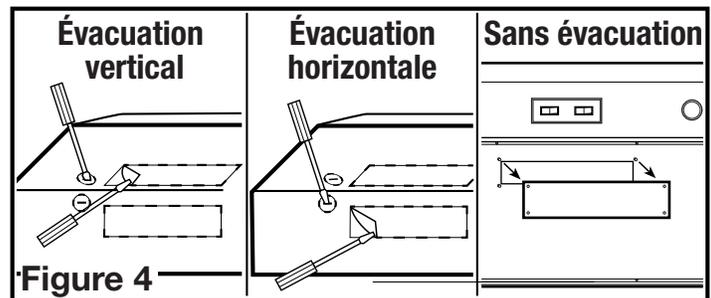

Figure 4
- Évacuation horizontale ou verticale** - Retirez la pièce rectangulaire défonçable. Pour ce faire, insérez un tournevis dans le pourtour et brisez les attaches qui le retiennent. Enlevez ensuite la pièce avec des pinces (**Figure 4**).
- Sans évacuation** - Utilisez un tournevis à douille de 3/8" ou un cliquet, retirez et mettez de côté les 4 écrous tenant la plaque de blocage sans conduit. Cela permettra d'exposer les événements de la grille sur le dessus de la hotte (**Figure 4**).
REMARQUE : POUR LES INSTALLATIONS SANS CONDUITS SEULEMENT, si vous ne l'avez pas déjà fait dans les étapes précédentes, retirez la plaque de blocage du ventilateur sous le dessus de la hotte (Figure 4).